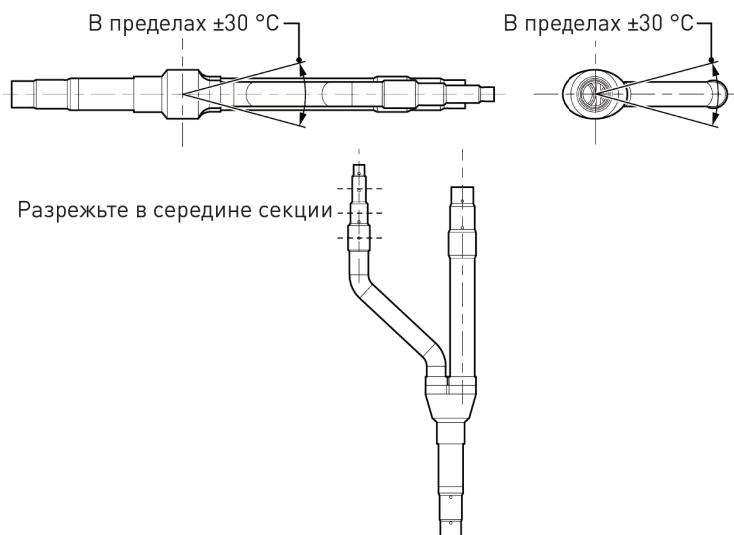

Рис. 4.19
2) Y-образный разветвитель имеет несколько секций с сечением разного размера, что облегчает его соединение с медными трубками различного диаметра. Используйте труборез для осуществления разреза в середине секции с требуемым сечением, а также для удаления заусенцев. См. Рис. 4.19.